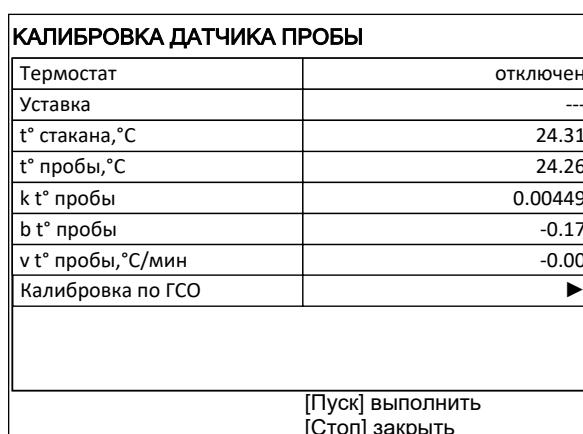

Рисунок 17 - Меню калибровки датчика температуры пробы
5.6.1 Меню «Калибровка» предназначено для проверки и корректировки показаний встроенного измерителя температуры пробы; оно вызывается из меню «Сервис» (п. 4.10.2 настоящего РЭ) (рисунок 17).
5.7.1 Меню «Калибровка» предназначено для проверки и корректировки показаний встроенного измерителя температуры пробы; оно вызывается из меню «Сервис» (п. 4.10.2 настоящего РЭ) (рисунок 17).
5.7.6 Войти в меню «Калибровка» для корректировки показаний встроенного измерителя температуры пробы по ГСО (п. 4.10.2 настоящего РЭ) (рисунок 17).